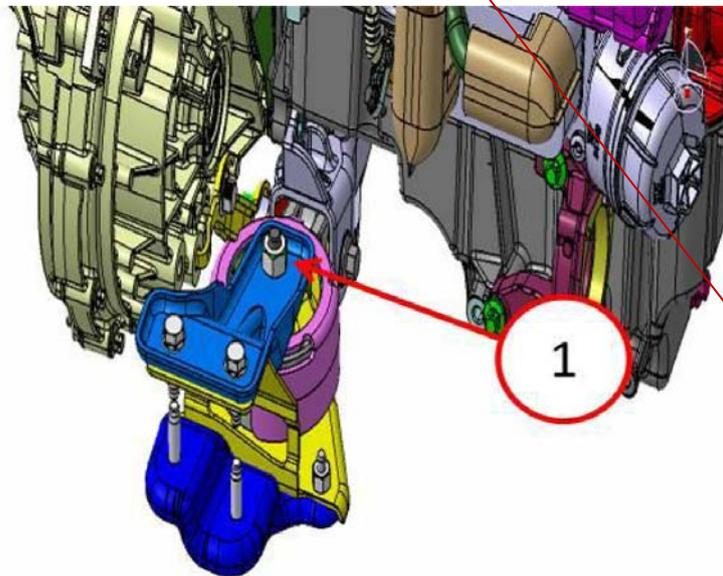

Fig. 2 Montante di fissaggio trasmissione
2. Rimuovere il dado (1) dal bullone verticale del montante di fissaggio trasmissione (Fig. 2).
5. Montare il dado esagonale, p/n K06502835 e serrarlo alla coppia di 120 Nm (Fig. 2).